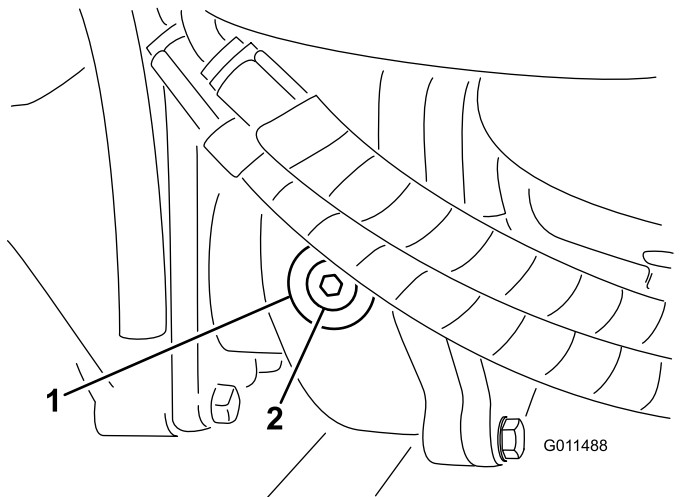

Figura 86
- Togliete il tappo di controllo/riempimento dal lato sinistro del riduttore e verificate che il lubrificante raggiunge la base del foro (Figura 86).